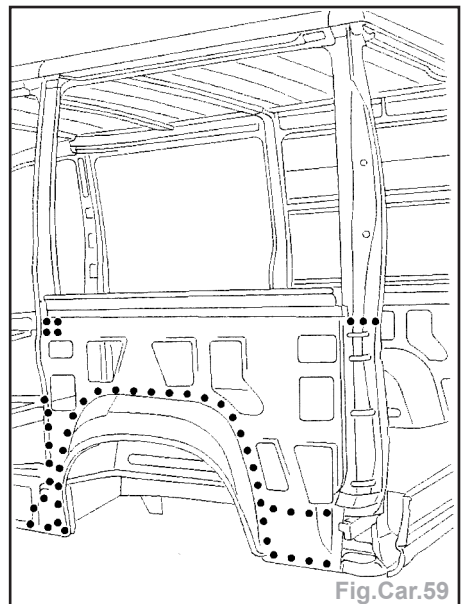

Fig.Car.59
- Souder par points bouchon MAG et par points électriques (Fig.Car.59).